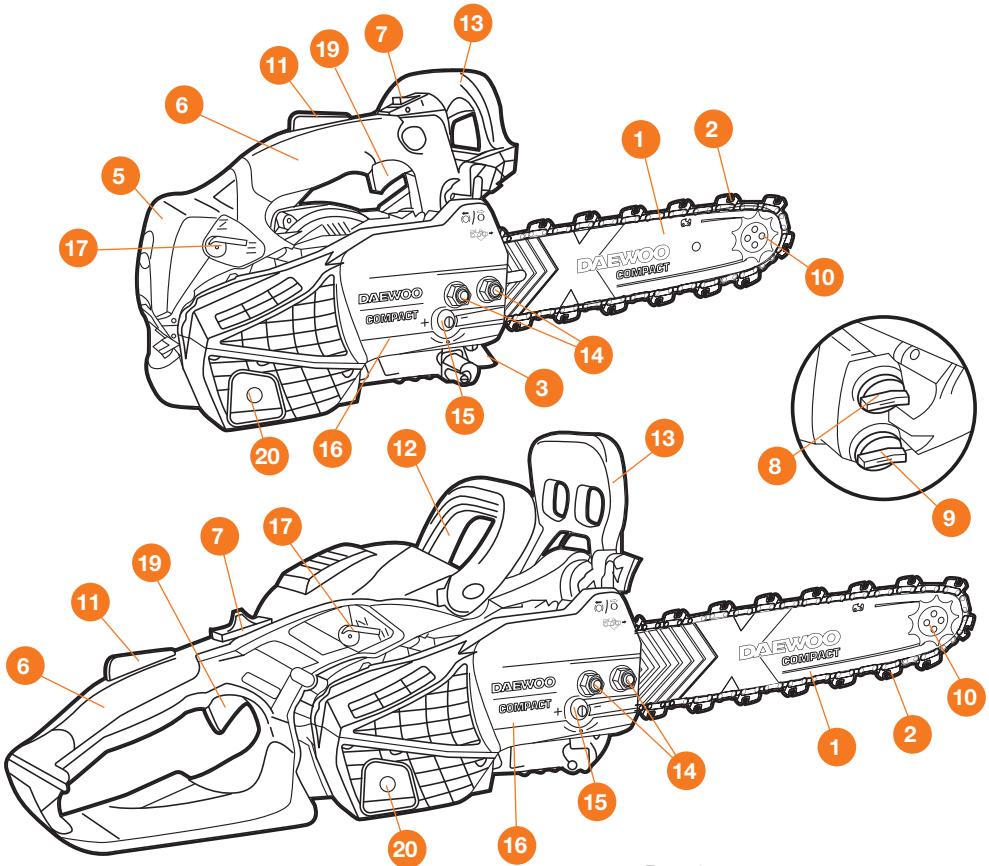

Рис. 1
- Установите выключатель зажигания ⑦ (Рис. 1) в положение «I». Для модели **DACS 2512** переведите переключатель в положение «ВКЛ», сдвинув его вперед.
Для остановки двигателя бензопилы в штатном режиме, отпустите курок газа, дайте поработать двигателю на холостых оборотах до 5 секунд и переведите выключатель зажигания в положение «О» или «STOP». Дождитесь полной остановки двигателя и отпустите выключатель. В модели **DACS 2500** выключатель  (Рис. 1) вернется в положение «ВКЛ» «I» автоматически.